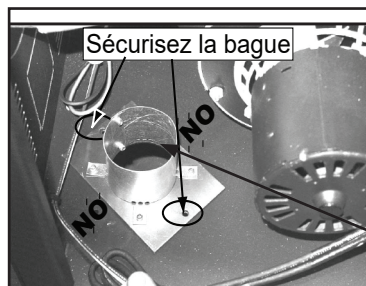

Figure 20.2
- Alignez et sécurisez l'ensemble de collier à l'aide de 2 des 4 trous comme montré (**Figure 20.2**).